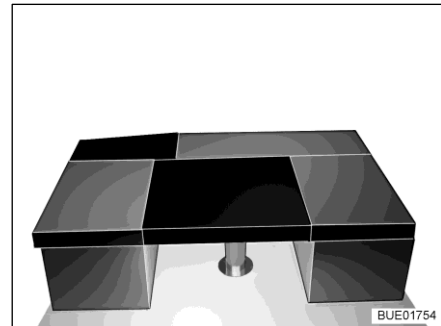

Bild 153 Efter ombyggnaden
- Lägg den rektangulära extra dynan på bordet (mellan sittbänkarnas sittygnor, se Bild 153).